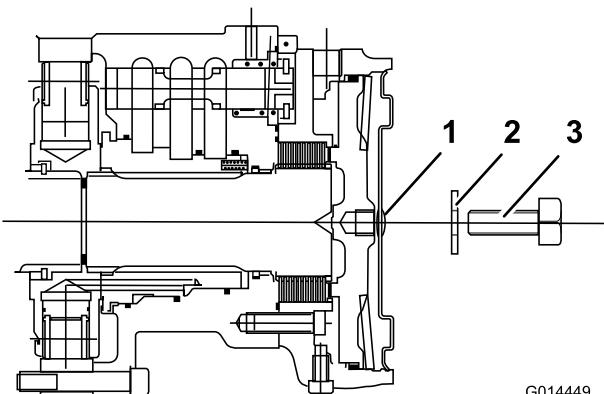

Bild 52
- Setzen Sie eine lange Stellschraube (M12 x 40 mm) mit Scheibe durch das Loch in der Mitte der Motorenplatte ein (Bild 52).
5. Ziehen Sie die Stellschraube im Gewindeloch des Bremskolbens an, bis sich die Bremse löst (Bild 52).
6. Ermitteln Sie die Scheibenbremse am linken Vorderradmotor und wiederholen Sie den vorherigen Schritt (Bild 52).